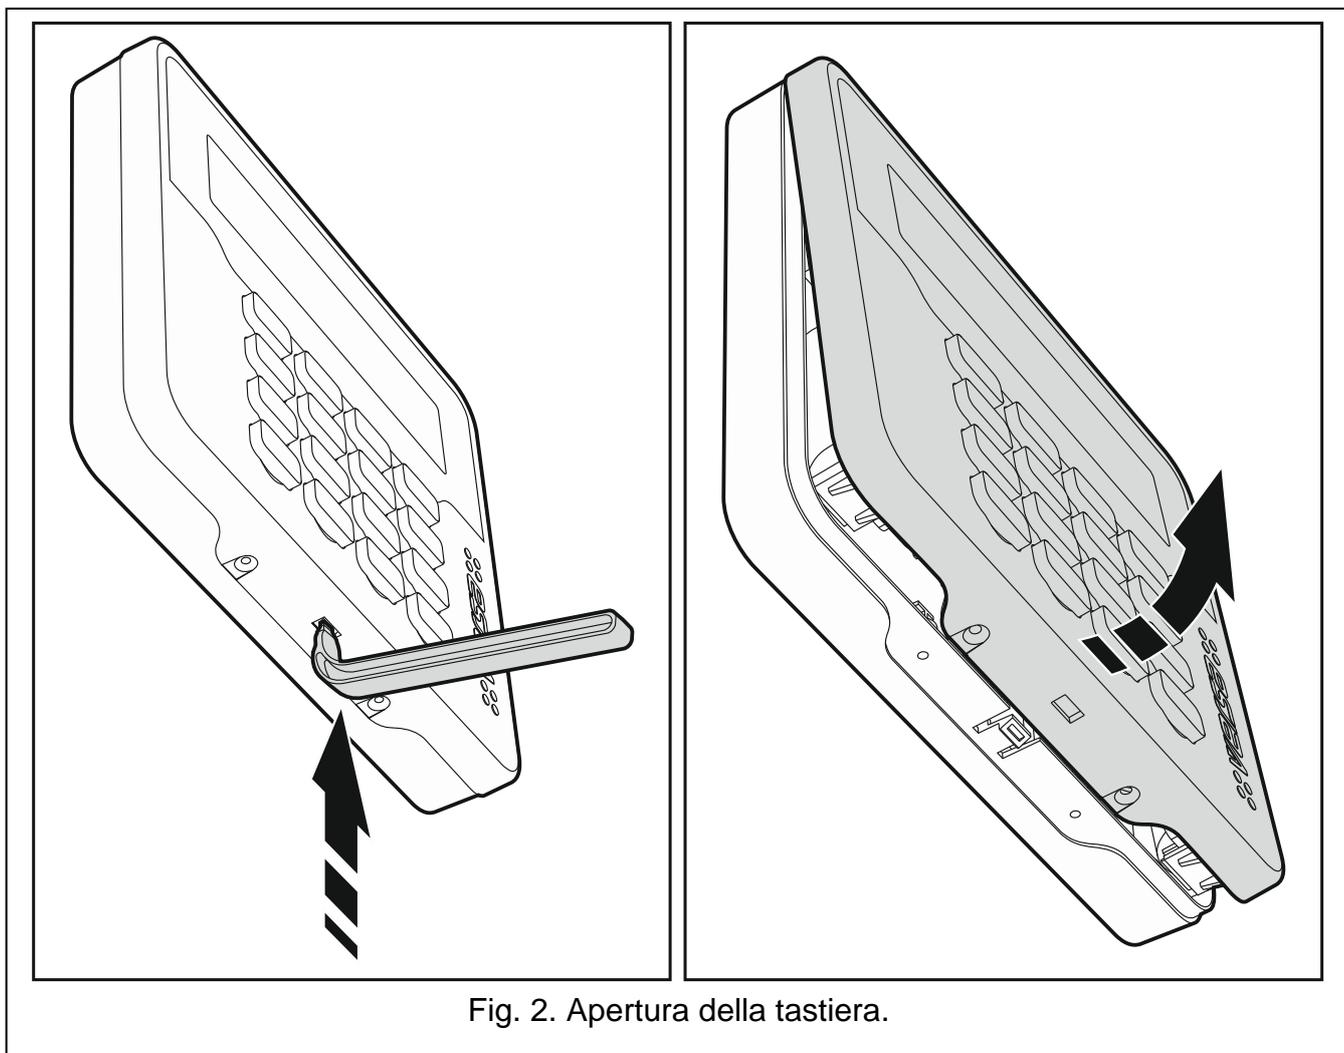

Fig. 2. Apertura della tastiera.
1. Aprire l'alloggiamento della tastiera (Fig. 2). Gli strumenti per l'apertura, mostrati nelle illustrazioni, sono inclusi nella confezione.
6. Aprire l'alloggiamento della tastiera (Fig. 2).